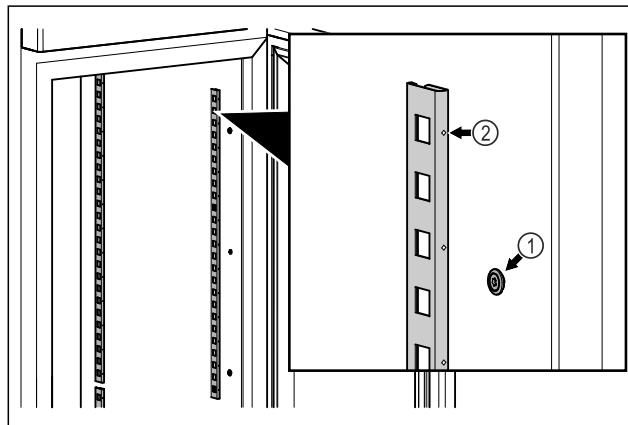

Fig. 15 Shembull ilustrues
- Futni shiritat e kapjes në vendin e varjes Fig. 15 (1). Shënumi Fig. 15 (2) duhet të jetë i drejtuar nga përpara.